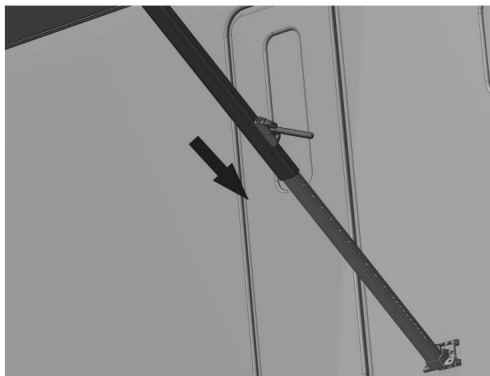

Figura D14
4.2.3 Sollevare il fermo del braccio e premere verso il basso la testa del blocco, per ritrarre i bracci di supporto. Vedere (Figura D14)